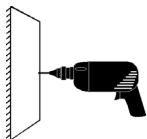

Figura 1
- Perfore un solo agujero utilizando broca para madera de 4mm (5/32") de diámetro, o una broca para bloque o concreto de acuerdo a la necesidad (Figura 1).